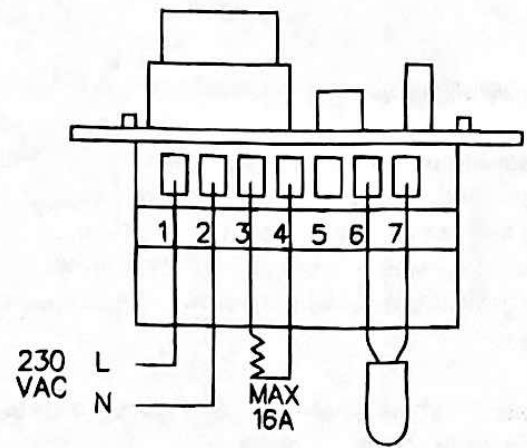

рис.2
- Рис.2 Подключение по клеммам